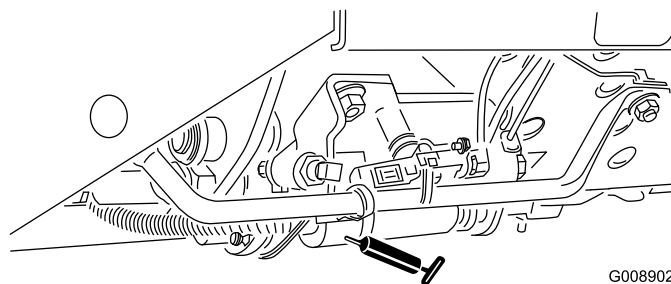

Figura 52
- Slitta di tosatura/trasporto (Figura 52)